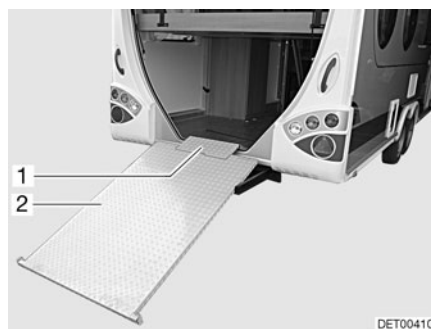

Fig. 8 Rampa de acceso (extraída)
- Colocar la rampa de acceso en el suelo (Fig. 8).
- Encajar la protección de los bordes (Fig. 8,1) en los dos alojamientos de la rampa de acceso (Fig. 8,2).